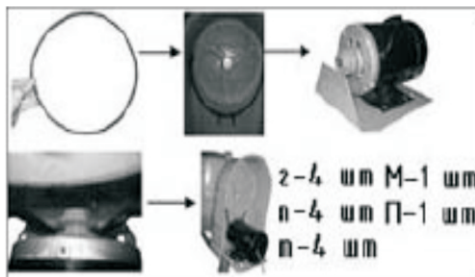

Рис. 16.
6.16. На основание электродвигателя (У) установите электродвигатель (П), используя 4 болта (г) с шайбами (т) и гайками (п), как показано на Рис. 16. Отрегулируйте взаимное положение ведущего и ведомого шкивов, обеспечивая их нахождение в одной плоскости. Тем самым будет предотвращен односторонний износ ремня (М) и его соскакивание со шкивов.
6.17. Установите приводной ремень (М), как показано на Рис. 16. Отрегулируйте необходимое натяжение ремня (М), перемещая основание электродвигателя (У) вместе с электродвигателем (П) вверх-вниз, добиваясь оптимального натяжения.